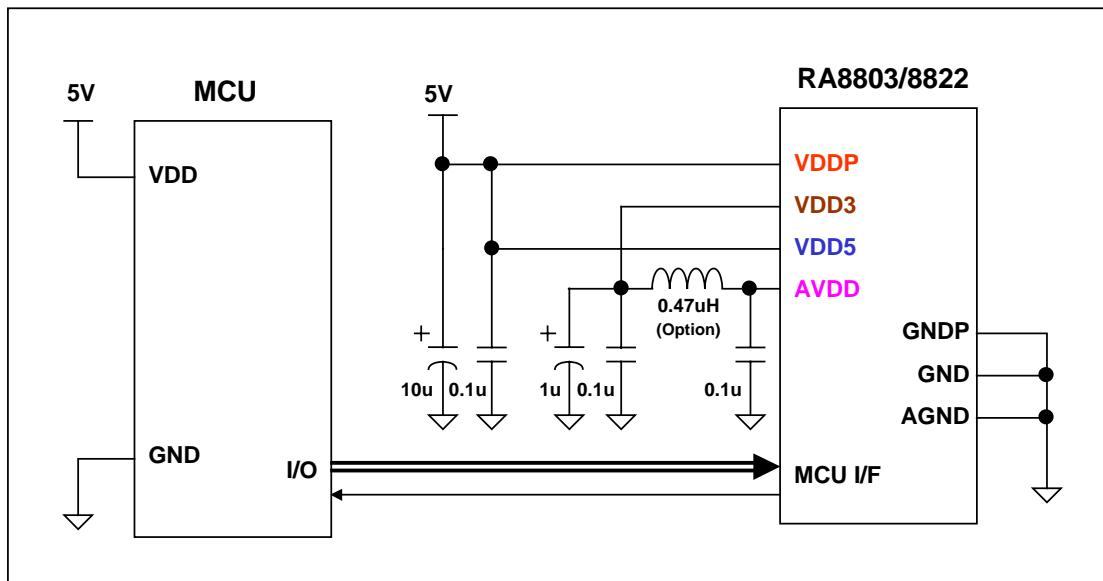

图 B-5: 5V 电源应用电路
当 RA8803/8822 工作于 5V 时，其电源接法建议如图 B-5，由于此时内部 5V 转 3V 的 DC-to-DC 电路必须启动以供给芯片内部的组件使用，因此 VDD5 接到 5V 的电源，同时为了增加 VDD3 的稳定性必须外加一 1uF 及 0.1uF 的电容。另外图 B-5 中的 0.47uH 电感与 0.1u 电容可以增加系统稳定性及避免 ADC 受到严重干扰影响精确度，如果系统工作环境较严格及有使用内部触摸控制器(Touch Panel Controller)，建议加上这些组件。
**注：**原先 1.4 版之前的应用手册(含 1.4 版)并未提到 5V 转 3V 的 Dc to DC 电路，并且在 5V 的系统是将 5V 直接接到 VDDP、VDD3(VDD)及 AVDD，但在考虑系统的稳定性情况下，我们建议客户如果应用在 5V 的系统，可考虑使用图 B-5 的方式，同时也可以减少工作电流的消耗。